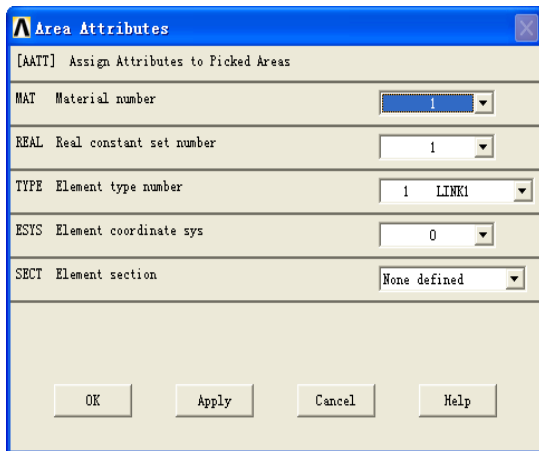

图 2-51 “Area Attributes”对话框
(2) 单击“OK”按钮, 弹出“Area Attributes”对话框, 如图 2-51 所示, 在“MAT Material number”选项的下拉列表中选择所需的已定义材料编号, 在“REAL Real constant set number”选项的下拉列表中选择所需的已定义实常数编号, 以及在“TYPE Element type number”选项的下拉列表中选择所需的已定义单元属性。